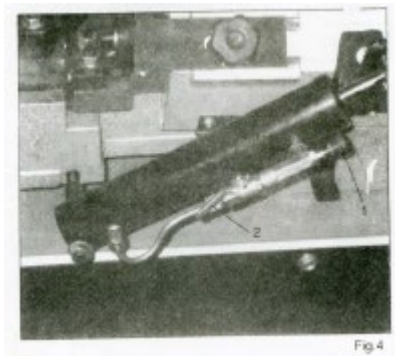

Fig 4
Vrid knappen (1 – fig. 4) moturs för att öka hastigheten.
För att stänga av hydrauliken ska handtaget stå så som visas i fig. 4. Lyft handtaget (2) för att koppla till hydrauliken.